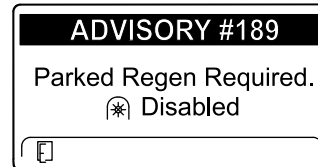

Figura 38
- Se non eseguite una rigenerazione parcheggiata entro 2 ore, l'InfoCenter visualizza il messaggio di richiesta della rigenerazione parcheggiata e di disabilitazione della presa di forza ADVISORY #189 (Figura 38).